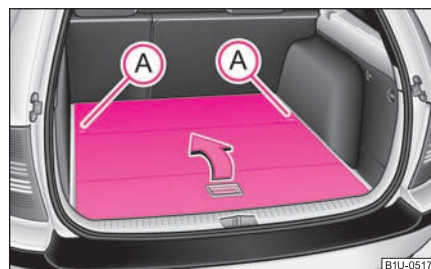

Fig. 73 Piso de carga variable
- Girando los pernos de seguridad (A) aprox. 90° hacia la izquierda se desbloquea el piso de carga ⇒ fig. 73.